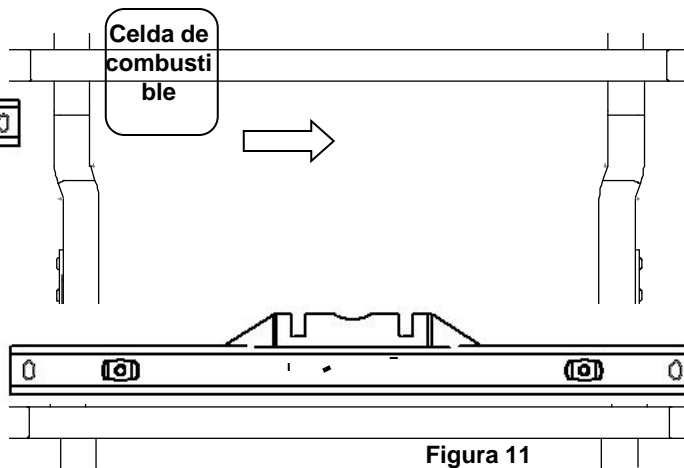

Figura 11
**Paso 16C :** Inserte el segundo larguero desde la rueda trasera del lado del conductor bien por encima del bastidor. Apoye el larguero en ambos largueros del bastidor del chasis (**Figura 11**).